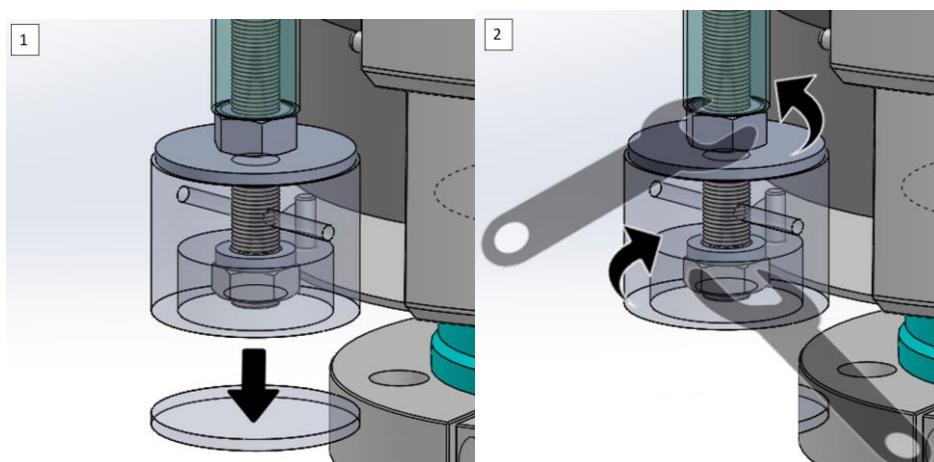

Abb. 22 Einstellung der Fahrbremse. Lösen Sie die Elemente und positionieren Sie
1. Suchen Sie die Abdeckung an der Unterseite des Fahbremsbetäters und entfernen Sie sie mit einem flachen Werkzeug, z. B. einem Schraubendreher. Abbildung links in Abbildung 22.
2. Lösen Sie beide Muttern wie in Abbildung 22 rechts gezeigt.